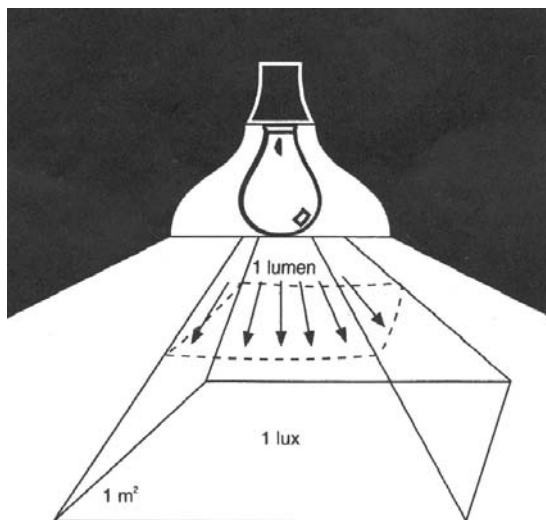

Рис. 7. Иллюстрация освещенности (E)
Пример. Если поверхность площадью (A) = $1\text{ м} \cdot 1\text{ м} = (1\text{ м}^2)$ равномерно освещается световым потоком, равным 1 люмен (см. рис. 7), освещенность будет равна